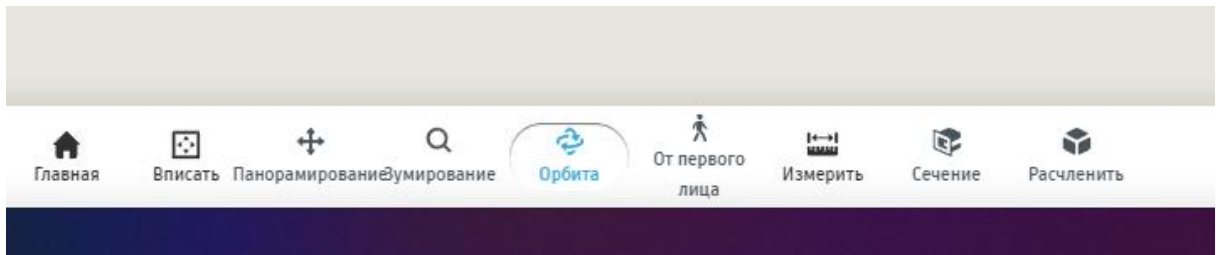

Рисунок 2. Панель інструментів та компонентів програми.
- Здатність масштабувати та обертати моделі для отримання кращого розуміння їх структури та вирішення реалізації в деталях (Рис.2).